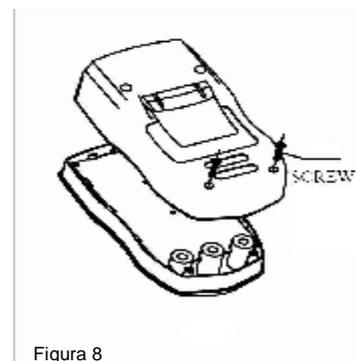

Figura 8
**B. Sostituzione della batteria (figura 8)**
### C. Sostituzione dei fusibili (figura 8)